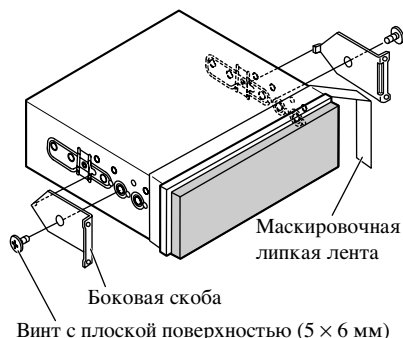

Рис. 15
1. Определите положение боковых скоб. (Рис. 15)